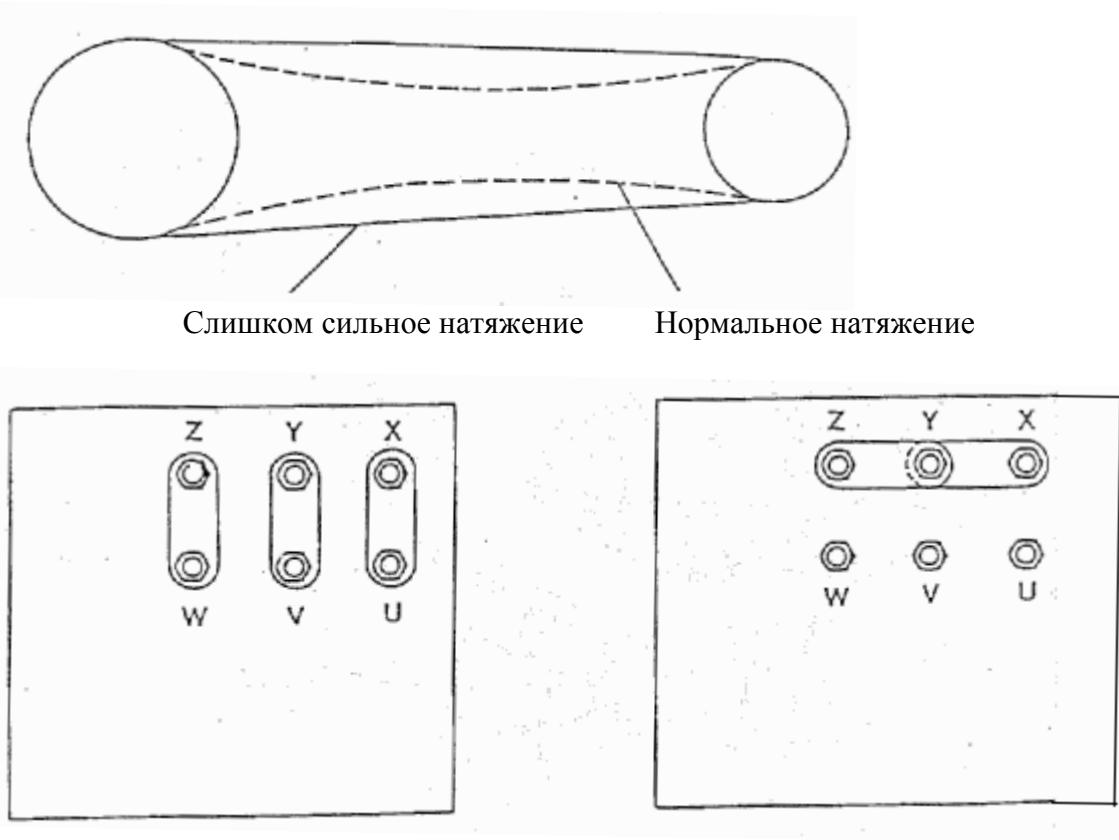

Рис.2
1. Напряжение: двигатель, поставленный с завода-изготовителя, всегда соединен для подключения к электросети напряжением 380 В. Если напряжение сети составляет 220 В, следует изменить соединения, как показано на Рис.2.